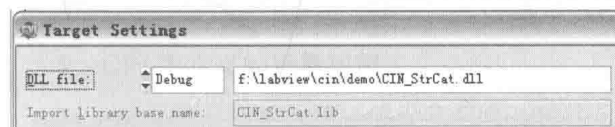

图 8-21 设置输出 DLL 文件名
step 3 在 CVI 的主菜单中，选择“Target Settings”，在弹出的对话框中，设置输出文件名，即 DLL 文件名称，如图 8-21 所示。